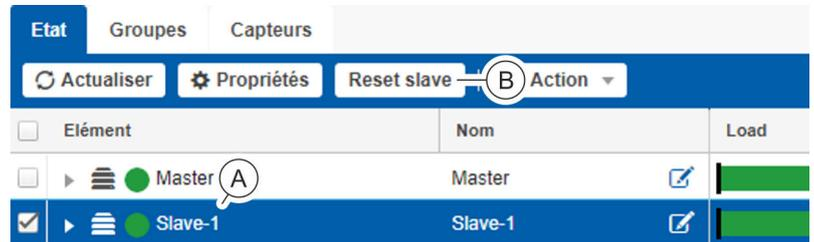

Fig. 99 : Menu « État » – Onglet « État »
2. ➤ Dans l'onglet « État », sélectionner le PDU esclave souhaité (Fig. 99 /A).
3. ➤ Cliquer sur le bouton « Reset slave » (Fig. 99 /B).